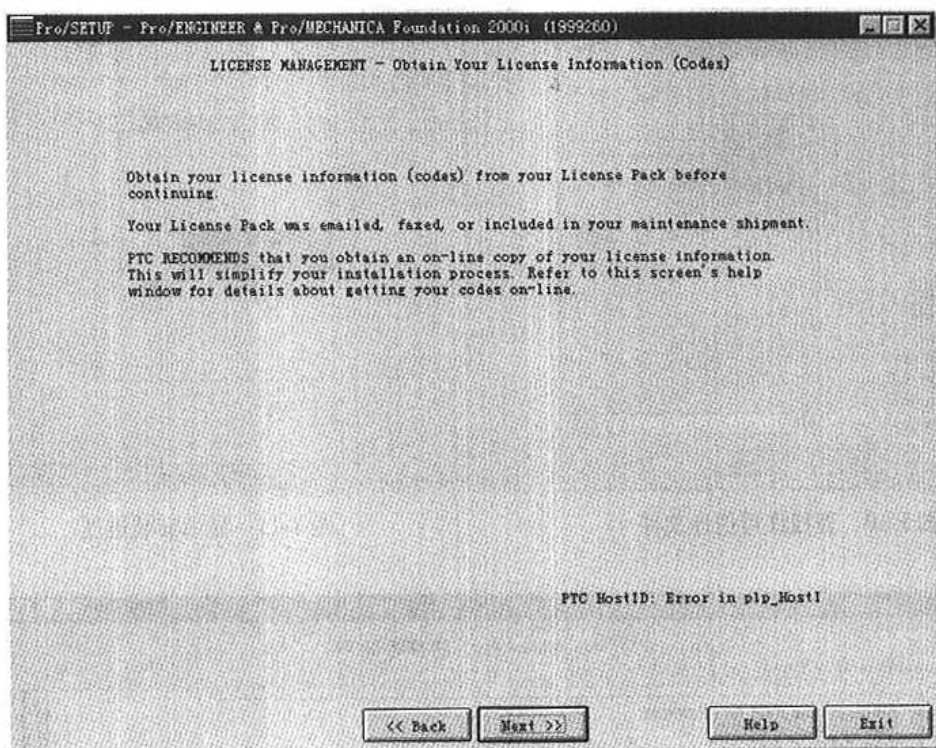

图 1-8 获得许可信息提示
(5) 单击 OK 按钮, 建立安装目录, 会显示如图 1-8 所示的对话框, 提示可以通过网络、传真等方式获得许可信息。